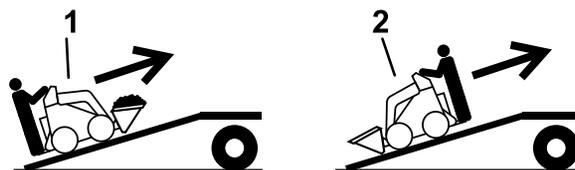

Рисунок 17
5. Погрузку машины на прицеп следует производить более тяжелой частью вверх по наклонному въезду, при этом грузы должны быть опущенными (Рисунок 17).
1. Опустите наклонный въезд (Рисунок 17).